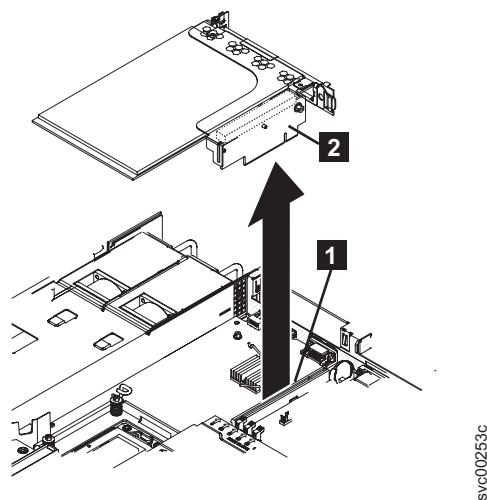

図 189. SAN ポリウム・コントローラー 2145-CF8 の高速 SAS ライザー・カード・アセンブリーの取り外し
9. アダプター・アセンブリーの後部レールの留めねじを取り外した後、図 189 に示すように、ライザー・カード・アセンブリーの後端をつかみ、アセンブリーを持ち上げて取り外します。